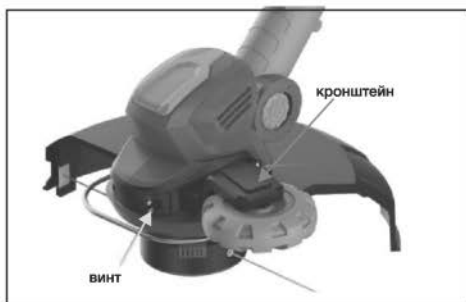

Рис.3
1. Достаньте кронштейн для опорного колеса (9) и соответствующие винты (2 шт.) из упаковки.
2. Установите кронштейн, как показано на рис. 3, затем затяните винт.